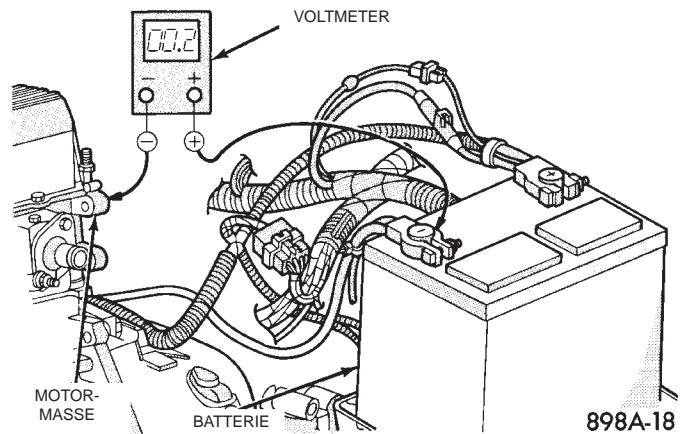

Abb. 5 Widerstand im Massestromkreis überprüfen—Typisch
(4) Voltmeter zwischen dem Batterie-Minuspol (-) und einem guten Massepunkt am Motorblock anschließen (Abb. 5). Zündschalter in Stellung "START" bringen, in dieser Stellung halten und die Voltmeteranzeige beobachten. Wird eine Spannung von über 0,2 Volt angezeigt, Anschluß des Batterie-Minuskabels (-) am Motorblock reinigen und festziehen. Prüfung erneut durchführen. Liegt die angezeigte Spannung immer noch über 0,2 Volt, das defekte Batterie-Minuskabel (-) austauschen.
(5) Plus-Prüfspitze (+) des Voltmeters am Anlasergehäuse anschließen. Minus-Prüfspitze (-) des